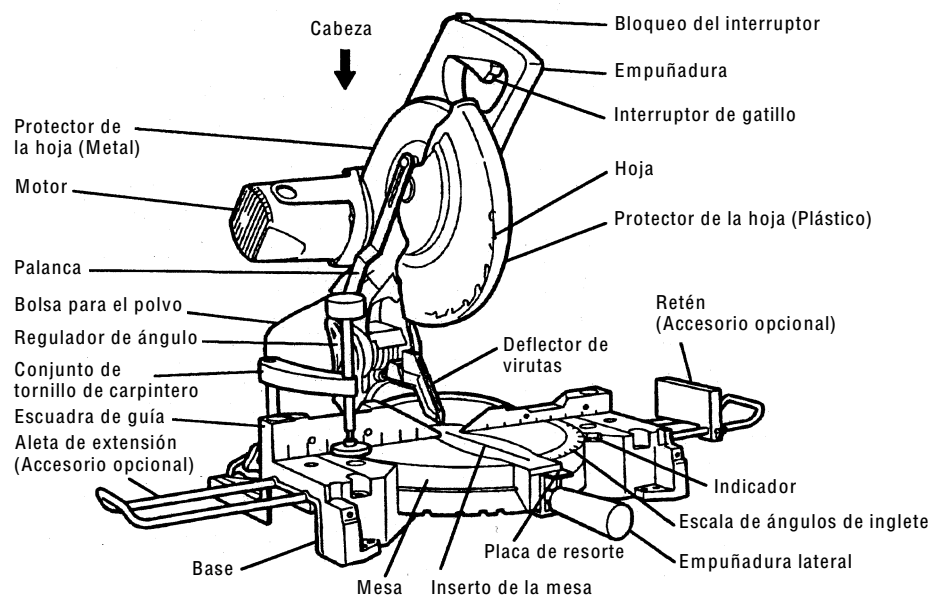

Fig. 1
- ① Conjunto de soporte (Fig.1) (Núm. de código 317542)
- ② Conjunto de tornillo de carpintero (Núm. de código 317541)
- ③ Hoja de sierra de 255 mm (10") Hoja de sierra TCT para cortar superficies finas (Total de dientes: 60) (Núm. de código 976472)
- ④ Hoja de sierra de 255 mm (10") Hoja de sierra TCT para cortes normales (Total de dientes: 70) (Núm. de código 976473)
Para el transporte, sujete la empuñadura (véase Fig.1) con una mano, y con la otra mano sostenga la base por la sección de agarre del extremo izquierdo.
Instale la bolsa para el polvo, la empuñadura lateral, el soporte de extensión, el retén y el tornillo de carpintero de la manera indicada en las Figs. 1 y 2.